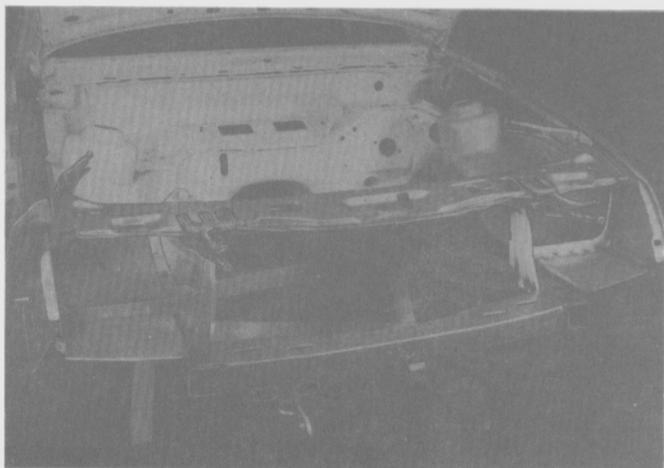

Fig. 106
- Alinear y sujetar el nuevo panel del soporte del radiador con pinzas a los paneles del guardabarro delantero interior y a los paneles de montaje de los faros (Fig. 106).